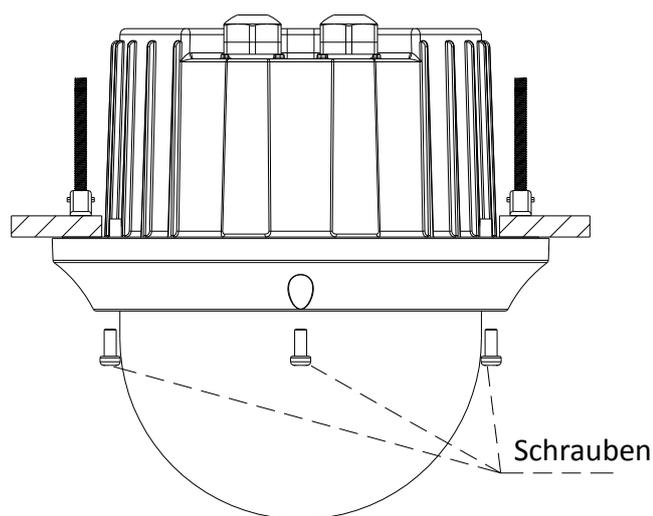

Abbildung 3-13 Anbringen des Dome-Unterteils
8. Fixieren Sie es mit den drei Schrauben wie in Abbildung 3-13 gezeigt.